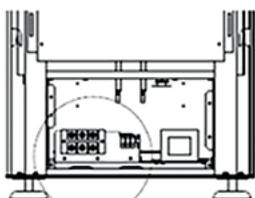

Рис. 11
1. Подключите кабель питания к печатной плате в соответствии со схемой подключения (Рис. 11). При подключении кабеля питания используйте обжимную вилку, чтобы обеспечить надежный контакт.